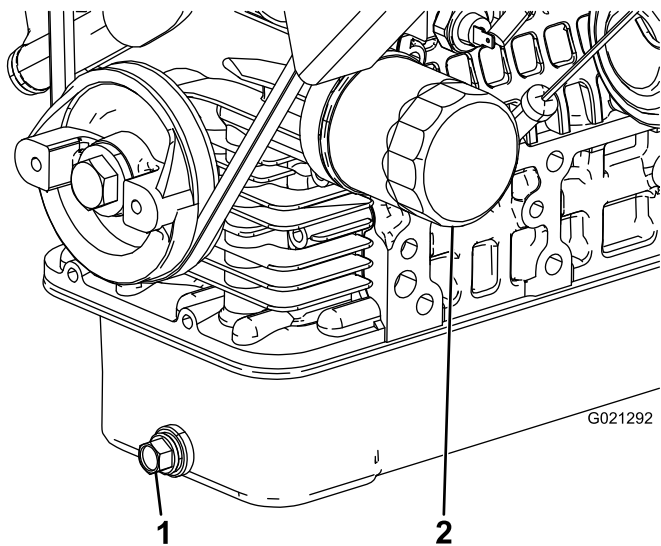

図 45
2. ドレンプラグを外してオイルを容器に受ける (図 45)。
4. オイルフィルタを外す 図 45。